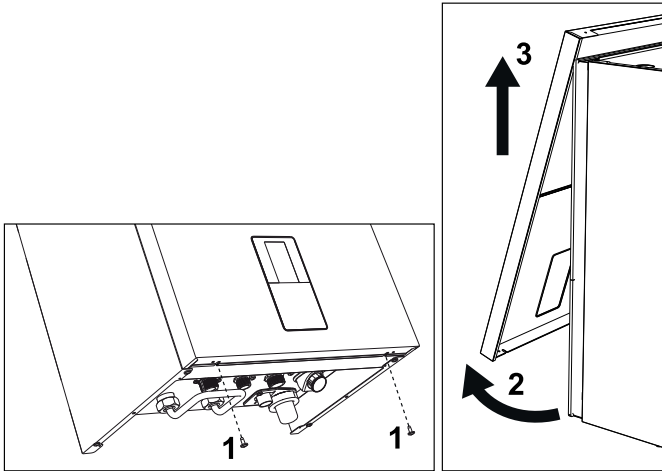

fig. 42- Deschiderea panoului frontal
1. Deșurubați șuruburile „1” (consultați fig. 42).